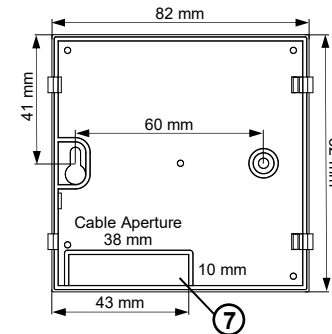

Fig. 5
1. Sollevare la manopola facendo leva con un cacciavite nell'apposito invito (2).
2. Rimuovere la calotta plastica spostando verso l'interno, con l'aiuto di un utensile, i due dentini plastici (3) posti sul fianco destro.
3. Fissare la base del termostato alla parete tramite le due sedi per viti con interasse 60 mm (Fig. 5).